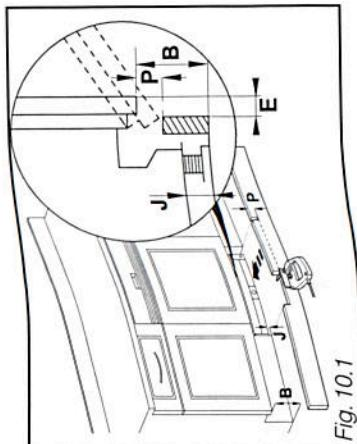

Fig. 10.1
De plint weer terug op zijn plaats brengen en hem eventueel bijsnijden volgens het maatcijfer P (zie tabel en Fig. 10.1).
- Meet de diepte van de plint **E** op (Fig. 10.1) tussen de plint van het meubel en de voorzijde van het meubel. U kunt de waarde **P** vinden in de tabel gegeven door **E** en **B - J**.